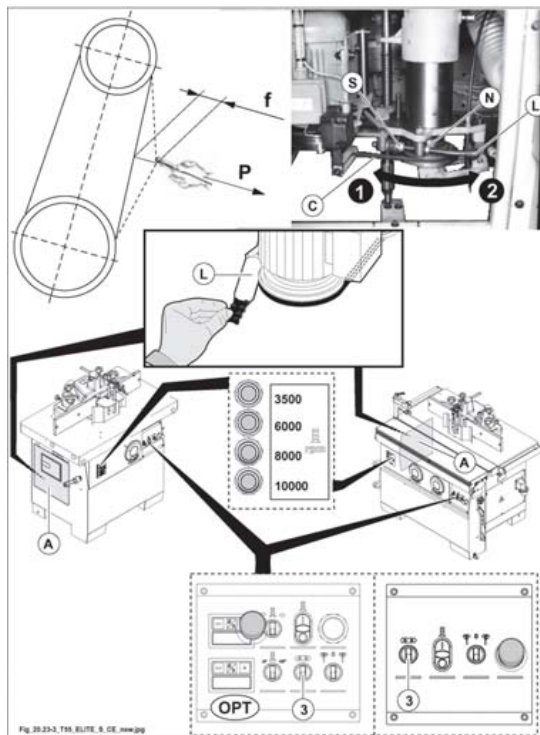

Fig. 20.23-3
- Ruotare il selettore (3 fig. 20.23.3) sul simbolo (); freno motore sbloccato lampada spia accesa.
- Aprire lo sportello (A fig. 20.23.3) (si aziona un finecorsa che mette la macchina in condizione di sicurezza).
- Tirare avanti la leva (L fig. 20.23.3). La cinghia (C fig. 20.23.3) ora, è allentata.
- Agire sui due dadi (S ed N fig. 20.23.3), con cinghia allentata, per effettuare il tensionamento ottimale della cinghia.
- Spingere indietro la leva (L fig. 20.23.3). La cinghia è in tensione.
- Chiudere lo sportello (A fig. 20.23.3).
- Ruotare il selettore (3 fig. 20.23.3) sul simbolo (); freno motore bloccato lampada spia spenta.